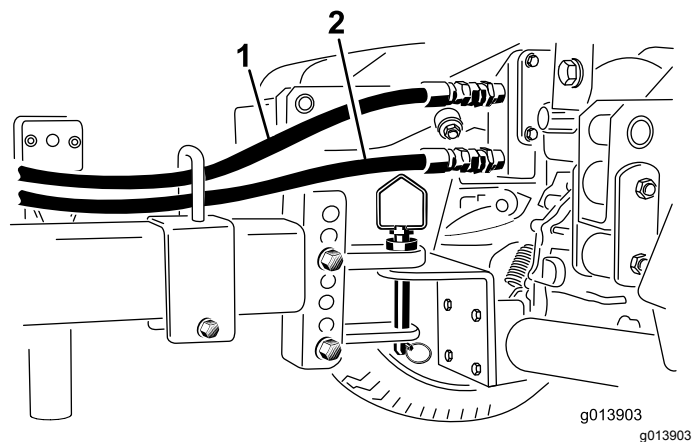

図 28
3. 戻り側油圧ホースのクイックディスコネクティング矢印デカルのついているホースを、車両の上側クイックディスコネクティングに接続する 図 28。
4. 圧力側のクイックディスコネクティングを、車両の下側クイックディスコネクティングに接続する 図 28。